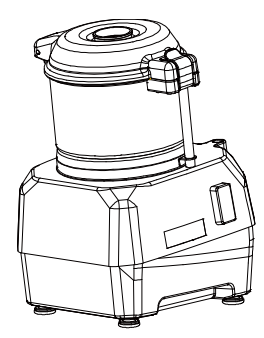

Abb.13
* Wenn Sie zwei Kombinationsanwendungen verwenden, lesen Sie bitte im Benutzerhandbuch für die Schneideschale nach, drücken Sie den Gleitblock nach unten und arretieren Sie das Handrad, wie in Abbildung 13 gezeigt.